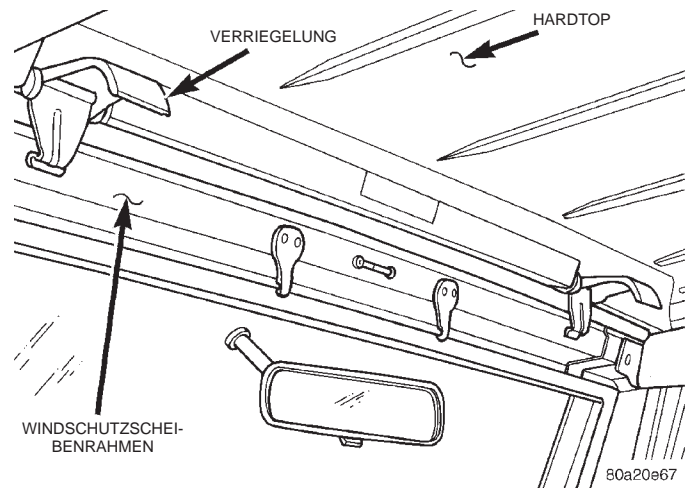

Abb. 42 Hardtopverriegelung
- (1) Verriegelungen am Windschutzscheibenrahmen öffnen (Abb. 42).